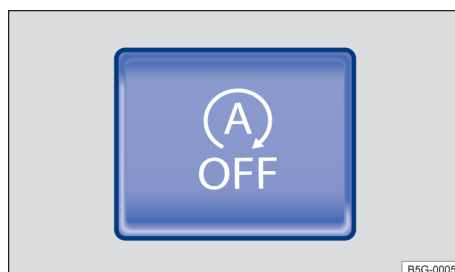

Fig. 90 En la consola central: botón del sistema Start-Stop (según versión del vehículo).
- Presione la tecla **(C)** en la consola central → fig. 90 **O** en la pantalla de la radio para desactivar el sistema manualmente.
- Presione la tecla **(D)** en la consola central → fig. 90 **O** en la pantalla de la radio nuevamente para activar el sistema manualmente.